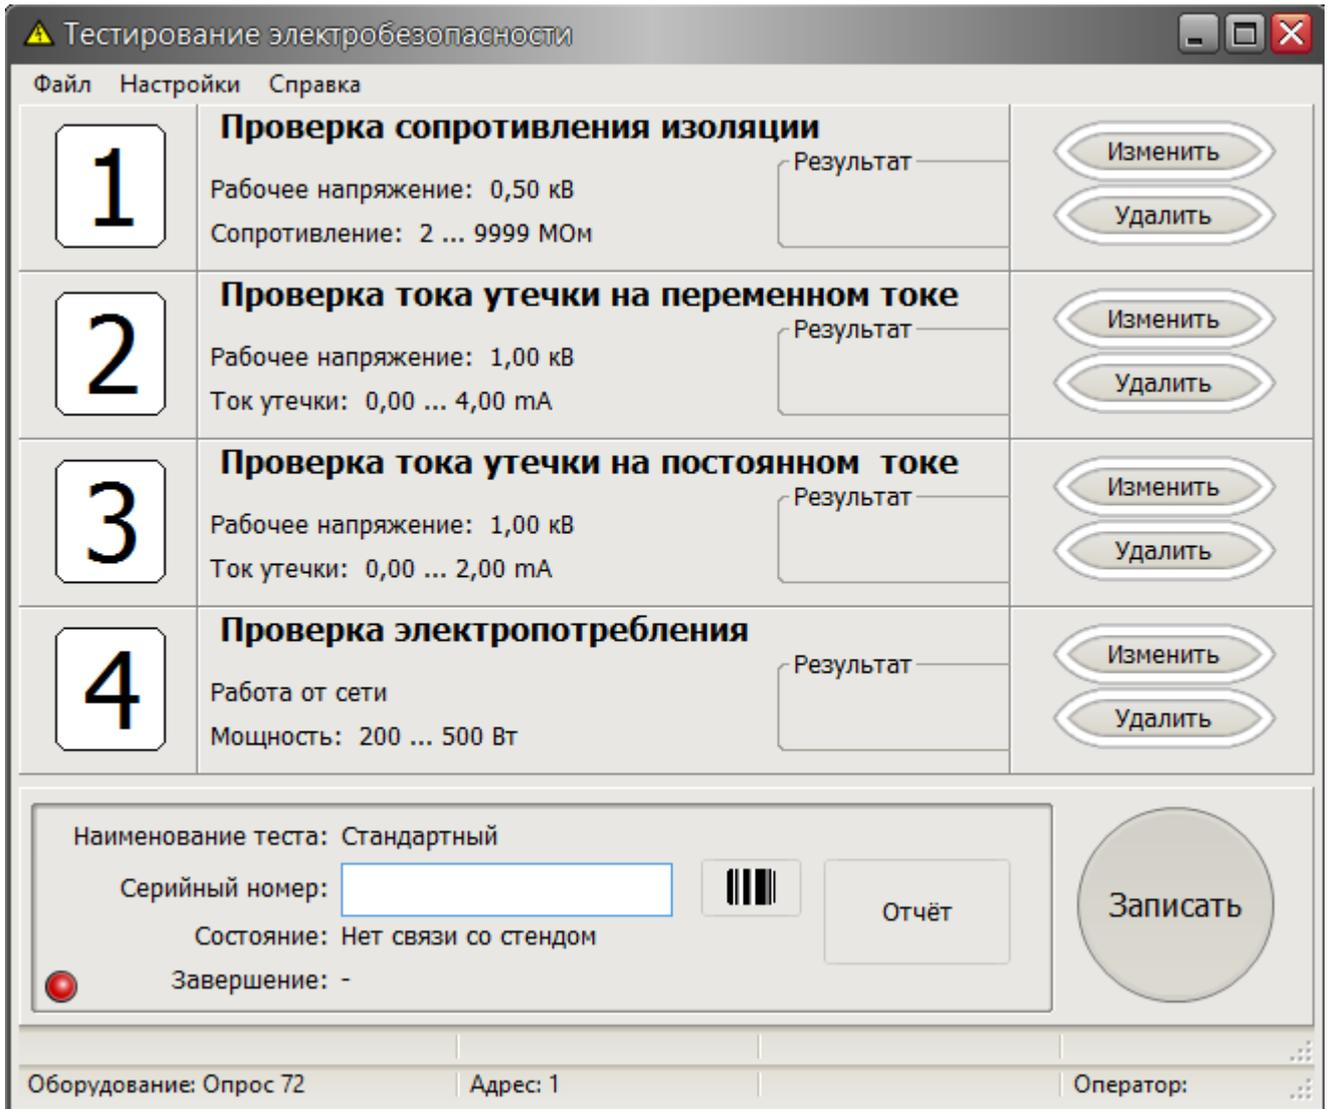

Рисунок 12 – Выбор тестов электробезопасности
14. Выбрать в меню «Файл/Стандартные тесты». В окне «Тестирование электробезопасности» составить перечень тестов, которые будут выполняться автоматически при нажатии на кнопку «Пуск» (рисунок 12). В окне тесты располагаются в определенной последовательности (указан номер слева), в которой они будут выполняться.